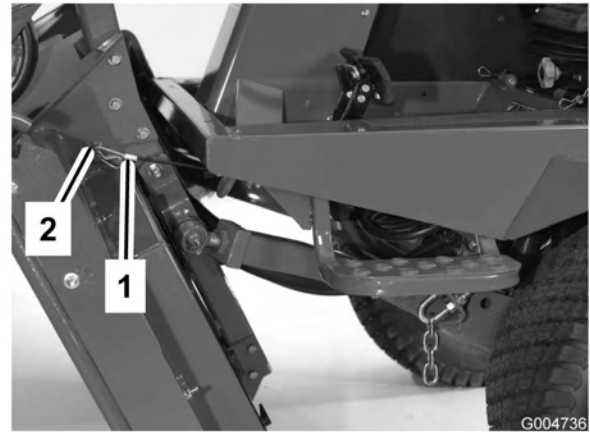

Bild 77
6. Halten Sie das Mähwerk dann in der aufrechten Stellung, bringen das Kabelende über dem Stift am Mähwerkhubarm an und befestigen es mit einem Splint (Bild 77).